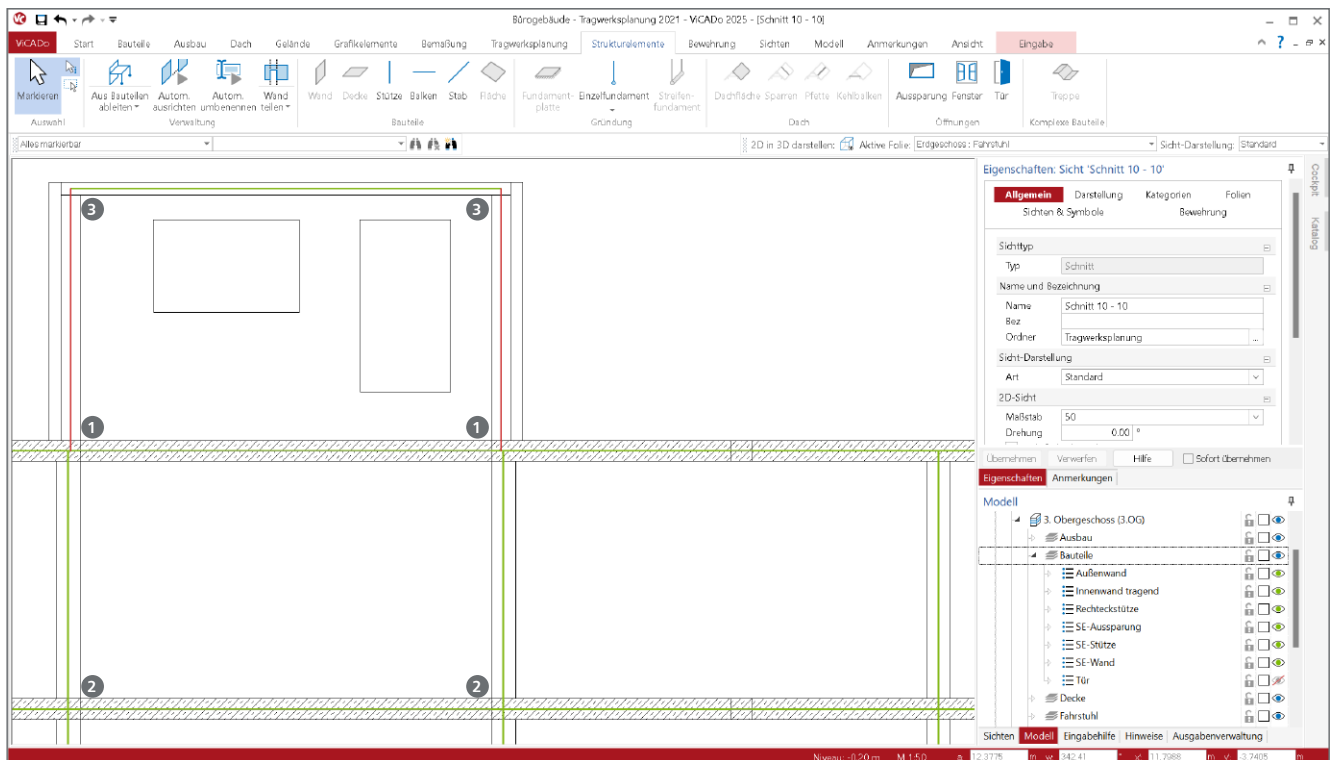

Bild 5. Strukturmodell mit geometrischen Unterschieden nach der Ableitung aus der Architektur
Der Idealisierungsbedarf des Tragwerksmodells ergibt sich aus der Ableitung aus dem Architekturmodell. Die Strukturelemente werden zunächst im Schwerpunkt bzw. in der Systemachse generiert. Dadurch kann es z.B. zu Unterschieden in der Lage der Strukturelemente von Wänden kommen, wenn sich die Wandstärken zwischen den Geschossen unterscheiden, siehe Bild 5 ①. Dieser Versatz von wenigen cm ist baupraktisch nicht relevant, kann aber die numerischen Auswertungen in einem FE-System unerwünscht beeinflussen.
Grundsätzlich steht bei der Ableitung des Strukturelements für ein Architekturbauteil nur die Geometrie des Architekturbauteils zur Verfügung. So kann ein Strukturelement für eine Wand (SE-Wand) die Länge und Höhe als Projektion auf die Systemebene übernehmen. Das Strukturmodell sollte jedoch keine geometrischen Lücken aufweisen, um universell in allen möglichen statischen Analysen verwendet werden zu können. Daher müssen die SE-Wände an Kopf und Fuß bis zur Systemebene der SE-Decken verlängert werden. Dies geschieht in ViCADO automatisch, siehe Bild 5 ②. Ebenso müssen die SE-Decken geometrisch an die Außenwände angepasst bzw. verkürzt werden (Bild 5 ③). Diese Anpassung ist zwar mechanisch und numerisch nicht zwingend erforderlich, führt aber zu baupraktisch gewünschten Ergebnissen und vermeidet z.B. unerwünschte Stützmomente, die bei einem Kragarm mit halber Wandstärke als Kragarmlänge unweigerlich auftreten würden. Dank dieser automatischen Anpassungen ist in der Regel eine grundsätzliche Nutzbarkeit des Strukturmodells erreicht. Die weiteren Ausrichtungen und Anpassungen erhöhen somit die Qualität der Ergebnisse.